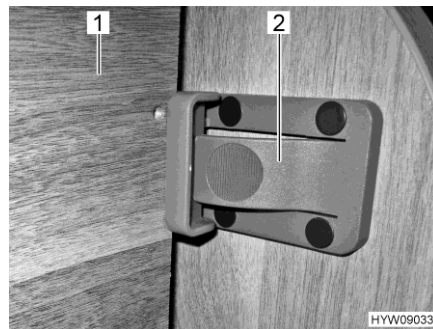

Fig. 62 Fusibile davanti
- Sollevare il letto (Fig. 62,1).
- Assicurare il letto alla parete del mobile con il chiavistello (Fig. 62,2).
- Premere il chiavistello (Fig. 62,2).